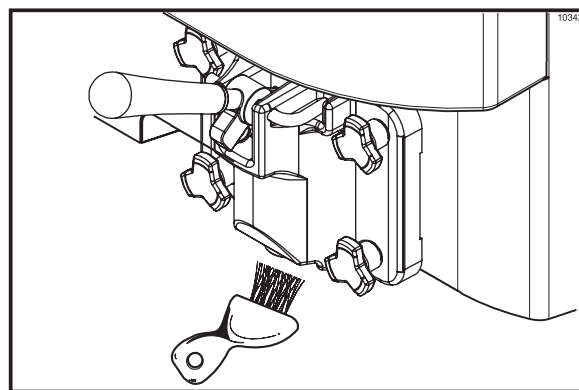

Figure 51
**Remarque :** pour de bonnes conditions d'hygiène permanentes, nettoyer chaque article à la brosse pendant un total de 60 secondes en trempant régulièrement la brosse dans la solution nettoyante (Cf. Figure 51).